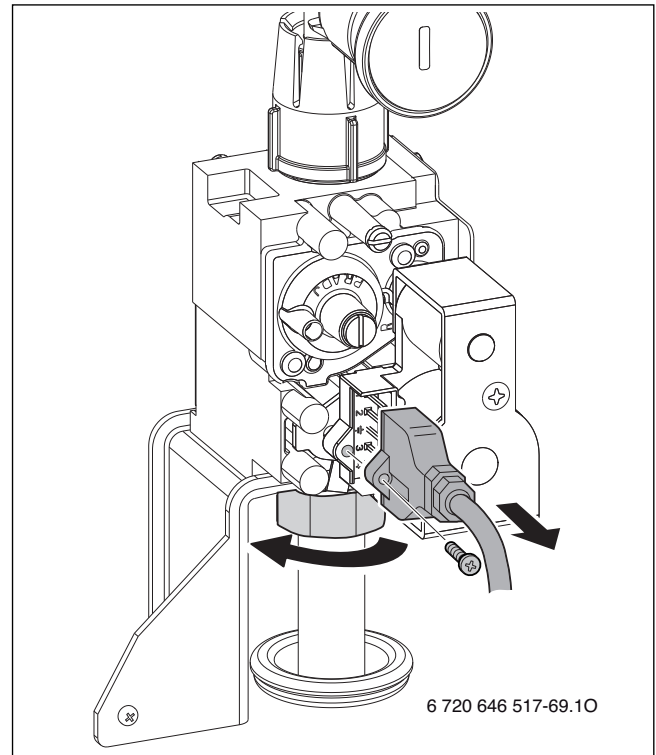

Bild 275
- ▶ Schraube entfernen (→ Bild 275).